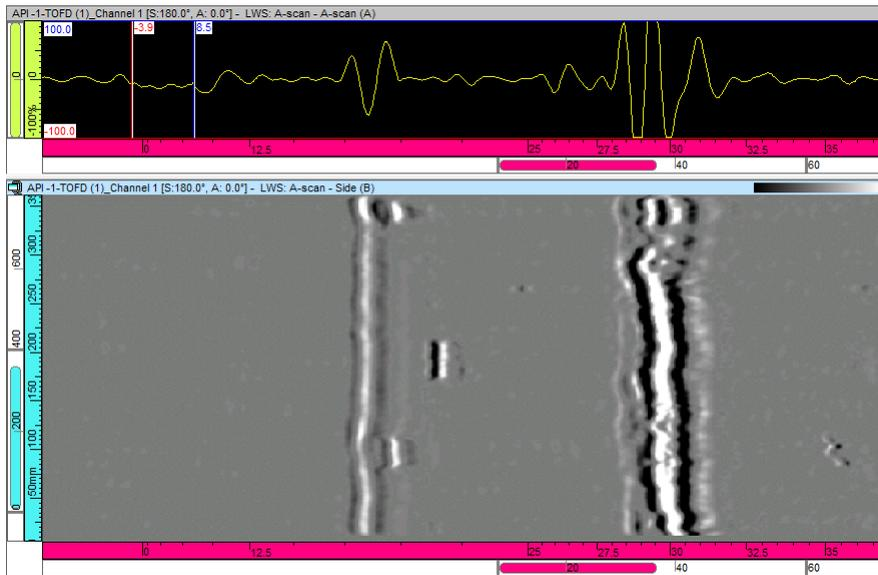

Figure 7-23 Aperçu d'une image ultrasonore SAFT
5. Sélectionnez **Vue > Contenu** dans le menu et affichez le LWS nouvellement créé. L'algorithme SAFT a été appliqué (voir la Figure 7-23 à la page 380).